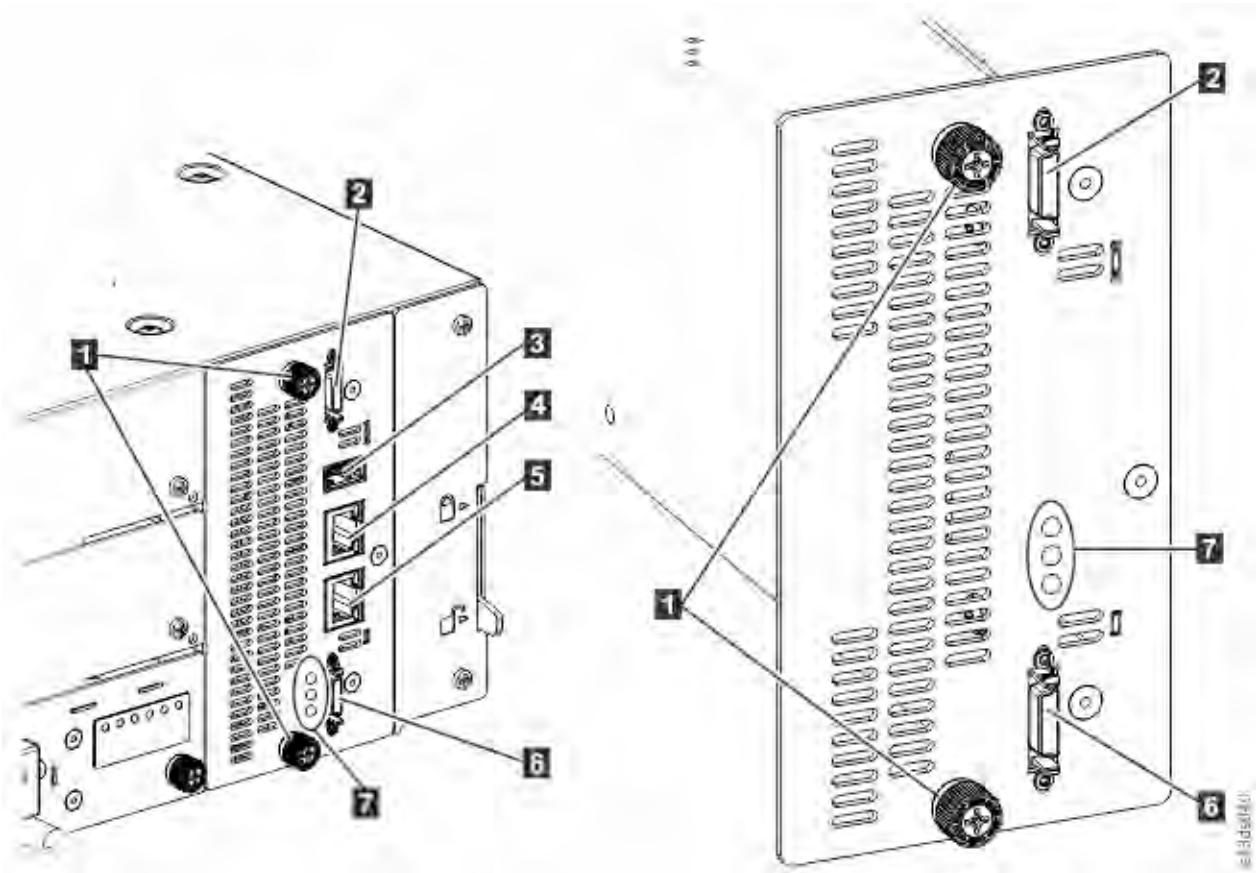

Figura 78. Componenti scheda controller
3. Rimuovere i cavi Ethernet (4 e 5) e il cavo USB (3), se presente. (Un modulo di espansione non dispone di porte Ethernet o USB. Consultare Figura 78 a pagina 174).
4. Allentare le due viti a testa piatta blu (1) sul controller.
3. Stringere le viti a testa piatta blu (1) con le dita per fissarla al modulo.
4. Sostituire i cavi di interconnessione di espansione (2 e 6), il cavo Ethernet o i cavi (4 e 5) e il cavo USB (3) che sono stati rimossi in precedenza. (Un modulo di espansione non dispone di porte Ethernet o USB. Consultare Figura 78 a pagina 174).